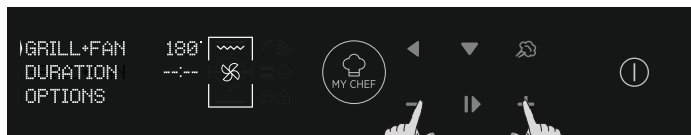

Figure 10
- Appuyez sur (+) ou (-) pour sélectionner la température souhaitée de la fonction sélectionnée. Appuyez sur OK pour continuer ou sur RETOUR pour revenir à la sélection des fonctions de cuisson. (Figure 10)